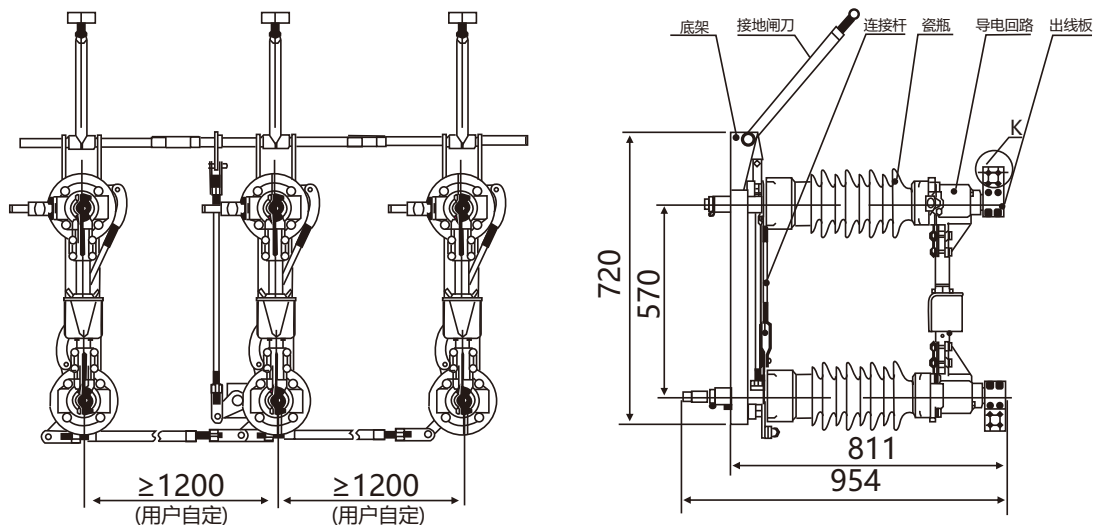

图1 GW4-40.5D高压隔离开关外形尺寸图
5.2 GW4系列隔离开关的结构外形见图1~图3，其主要由底座，支柱绝缘子、接线端子、动导电管、静导电管、接地触头、接地闸刀、连杆几部分组成，每极有两个瓷柱，分别固定在底座两端的轴承座上，以交叉连杆连接，导电部分由动静两部分组成，分别固定在两个瓷柱的顶上，作水平分合闸，触头接触部分在两个瓷柱的中间，防水盖能全部遮住中间触指部分。
8、外形尺寸(见图1、2、3、4、5、6)